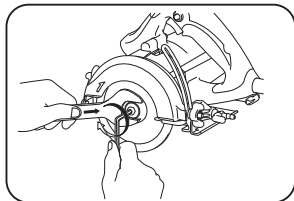

Figura 01
- Com a ajuda da chave Allen, solte o parafuso de fixação do disco; (**Figura 01**) girando no sentido horário.